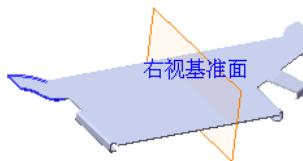

图 6.29 镜像 1
Step13. 创建图 6.29 所示的镜像 1。
(1) 选择命令。选择下拉菜单 **插入(I)** → **阵列/镜向(E)** → **镜向(M)...** 命令。
(2) 定义镜像基准面。选取右视基准面作为镜像基准面。
(3) 定义镜像对象。选取薄片 1 作为镜像 1 的对象。
(4) 单击  按钮，完成镜像 1 的创建。